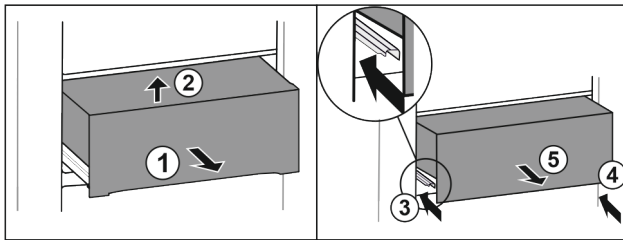

Fig. 42
- ▶ Витягніть ящик на половину. Fig. 42 (1)
- ▶ Підняти висувний ящик спереду. Fig. 42 (2)
- ▶ Вставити ліву рейку. Fig. 42 (3)
- ▶ Вставити праву рейку. Fig. 42 (4)
- ▶ Вийняти висувний ящик рухом вперед. Fig. 42 (5)